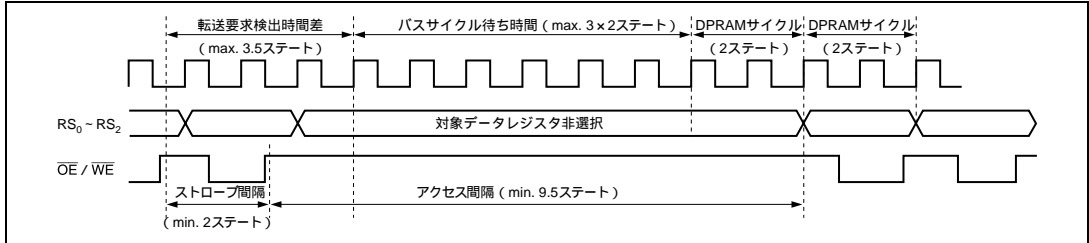

図 5.31 バウンドバッファモードアクセス間隔
- バウンドバッファモードアクセス間隔 : 9.5 ステート (図 5.31 参照)